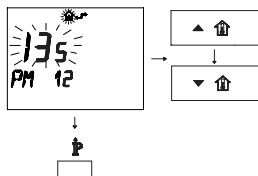

Fig. 2.57
- Изменение запрограммированной НАСТРОЙКИ производится при помощи кнопок ▲ (up) и ▼ (down) затем подождать, пока не начнет мигать запрограммированный номер ( Fig. 2.57).
- 4 Изменение программированной НАСТРОЙКИ производится при помощи кнопок [up arrow] и [down arrow] затем подождать, пока не начнет мигать запрограммированный номер (Fig. 2.57).